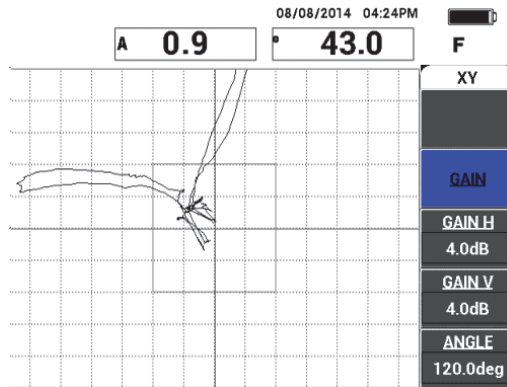

Figure 6-7 Balayage sur les décollements
3. Balayez les décollements situés des deux côtés de la pièce, et puis, pendant que vous continuez à déplacer la sonde au-dessus des décollements, appuyez sur la touche FREEZE (❄️) [voir la Figure 6-7 à la page 140].